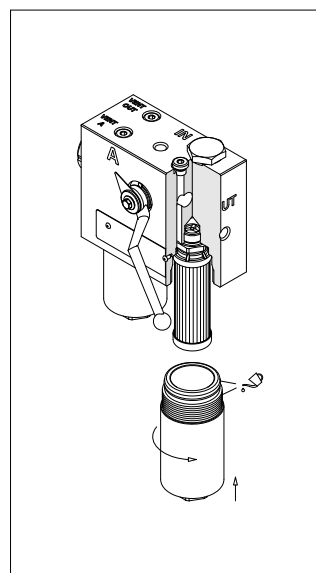

fig. 12
- (Fig. 12) Lubrificare il filetto e l'O-ring del contenitore, quindi avvitare il contenitore facendo riferimento alla tabella delle coppie di serraggio al paragrafo 3